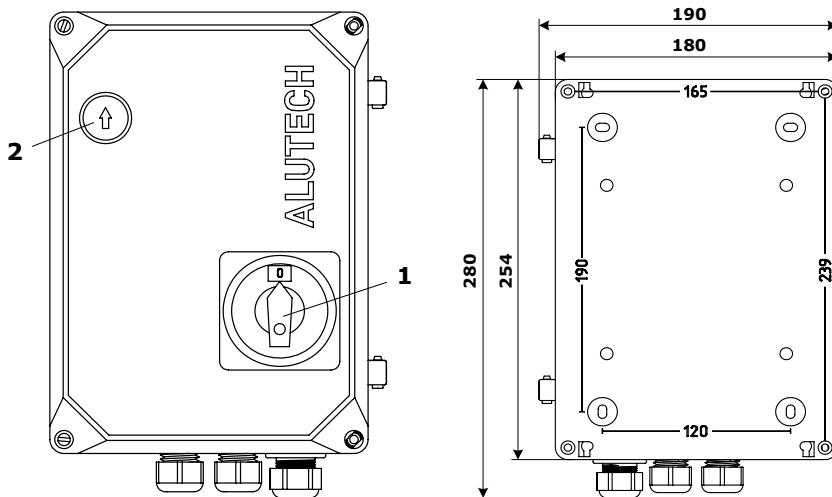
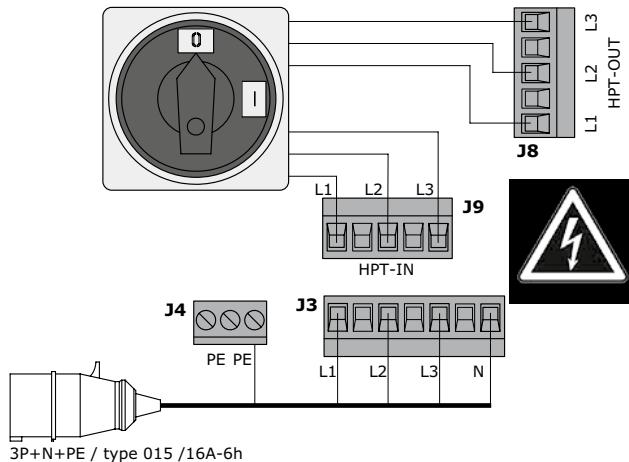

Рисунок 1. Блок управления CUL01
Рисунок 3. Подключение сети и сетевого выключателя
Блок предназначен для управления уравнительной платформой с поворотной аппарелью серии **SL**, оснащенной одноклапанным гидравлическим агрегатом. На крышке корпуса блока расположены выключатель сети **1** и кнопка управления **2** (рис. 1). Размеры, необходимые для монтажа блока, также отображены на рис. 1 и указаны в миллиметрах.
J2	Разъем подключения кнопки управления 2 (рис. 1)
J3	Разъем подключения сети (рис. 3)
J8	Разъемы подключения выключателя сети 1 (рис. 1, рис. 3). Для подключения сети используется вилка типа 015 3Р+N+E 16 А/6h. При использовании вилки должна быть приобретена розетка соответствующего типа
**В случае если при нажатой кнопке управления 2 (рис. 1) платформа не движется (направление движения не совпадает с требуемым), необходимо поменять местами два фазных провода подключения электродвигателя.**
Для подачи напряжения питания на модуль переключите выключатель сети **1** (рис. 1) в положение **I**. Положение выключателя **0** — Выключено.
Подъем платформы происходит при нажатии и удержании кнопки управления **2** (рис. 1). В крайней верхней позиции происходит поворот аппарели. После того как аппарель полностью откинется, образовав единую плоскость с основной частью платформы, отпустите кнопку. Платформа автоматически начнет опускаться в промежуточное положение до уровня загрузки транспортного средства.
Для возвращения платформы в исходное положение нажмите и удерживайте кнопку управления **2** (рис. 1) до тех пор, пока аппарель полностью не сложится. Отпустите кнопку, и платформа автоматически вернется в начальное положение.